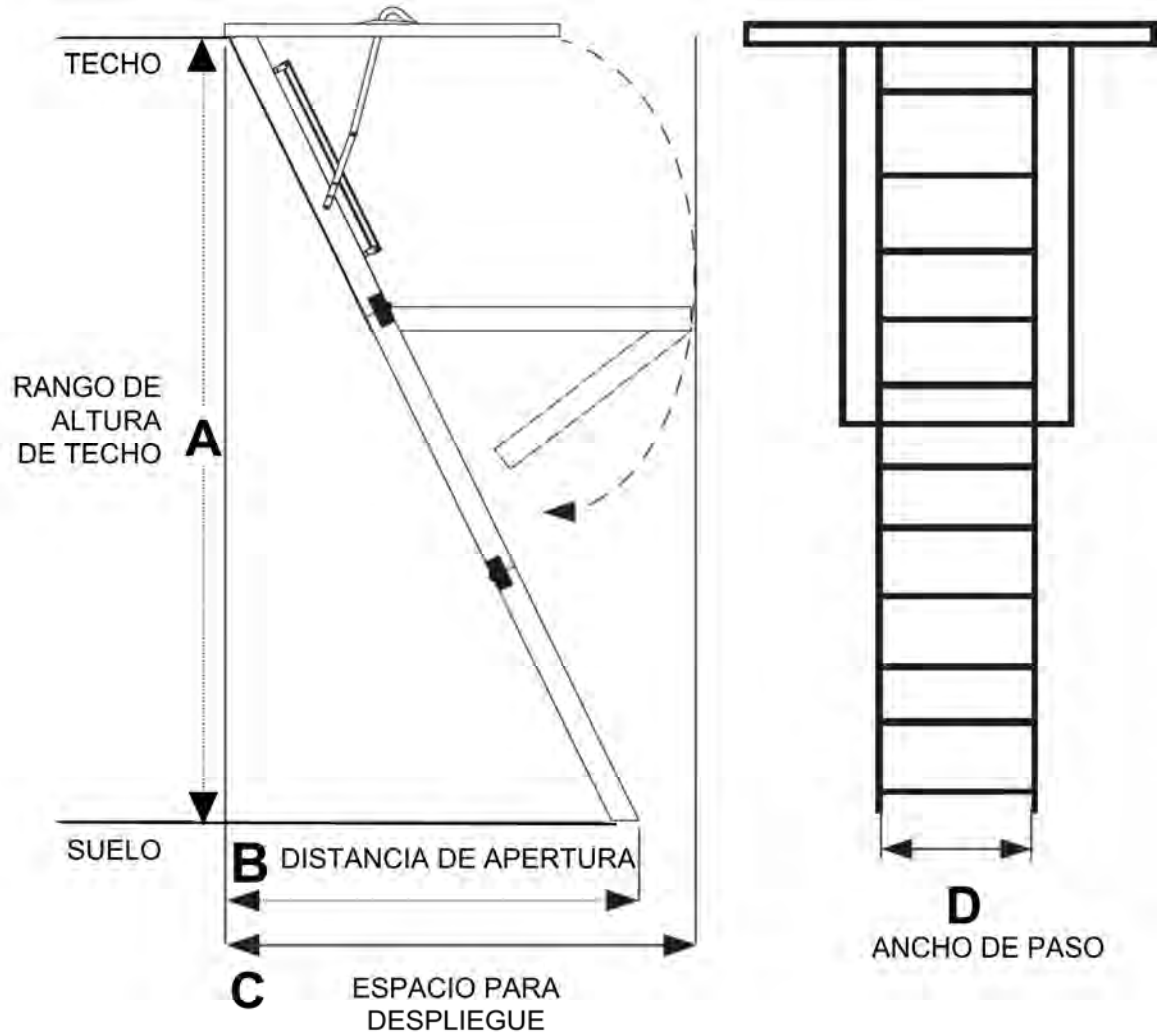

FIGURA 2
Deje espacio suficientemente amplio para el despliegue y la apertura de la escalera de ático plegable cuando este abierta, (Ver **Figura 2** y **Tabla 3**). Ubique la abertura en el techo de manera que cuando entre en el ático tenga espacio adecuado y área para caminar.
1. Reemplazo: Verifique tamaño y ubicación actual Ver **Figura 2** y **Tabla 3**. **Si se necesitan ajustes, consulte el APÉNDICE para volver a enmarcar la abertura de techo.**